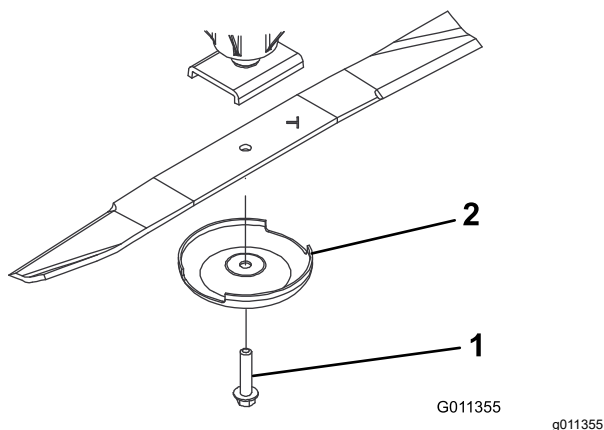

Figura 101
3. Retire o parafuso da lâmina, o recipiente antidanos e lâmina do eixo (Figura 101).